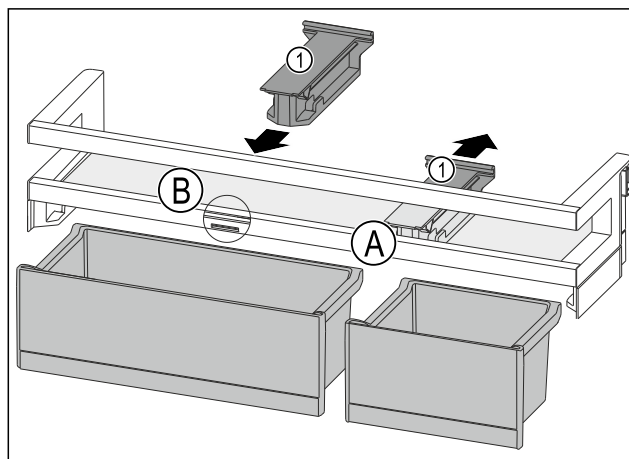

Fig. 112
- ▶ Bevestigingsdeel Fig. 112 (1) in positie Fig. 112 (A) naar achteren wegtrekken.
- ▶ Bevestigingsdeel Fig. 112 (1) in positie Fig. 112 (B) plaatsen.